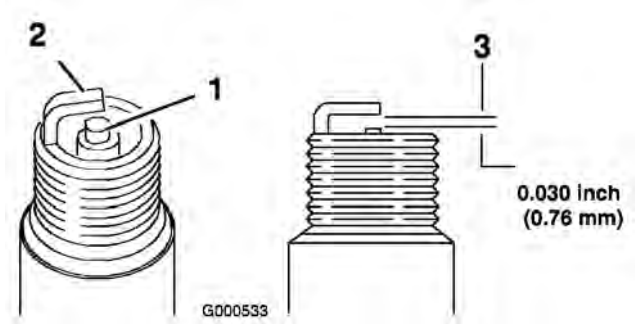

Figure 32
1. Examinez le centre des bougies (Figure 32). Si le bec de l'isolateur est recouvert d'un léger dépôt gris ou brun, le moteur fonctionne correctement. S'il est couvert d'un dépôt noir, c'est généralement signe que le filtre à air est encrassé.
2. Contrôlez l'écartement entre l'électrode centrale et l'électrode latérale (Figure 32). Courbez l'électrode latérale (Figure 32) si l'écartement est incorrect.